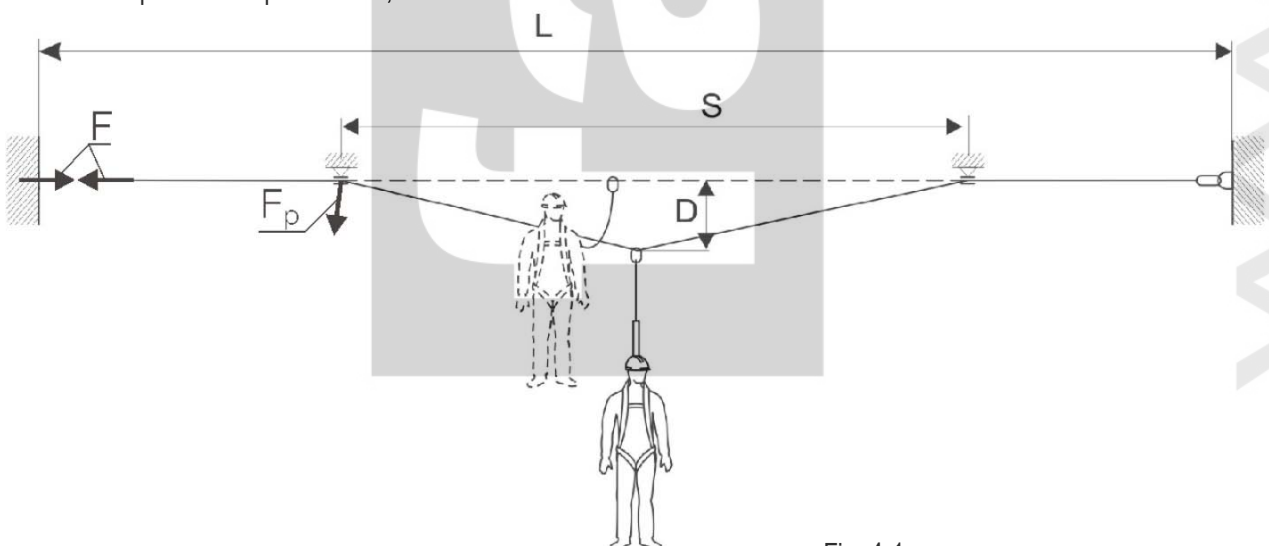

Fig. 4-1
La configuración del sistema esta especificado por los siguientes parámetros (fig. 4-1):
- La D “flecha / deformación / deflexión” del sistema de anclaje horizontal (fig 4-1);